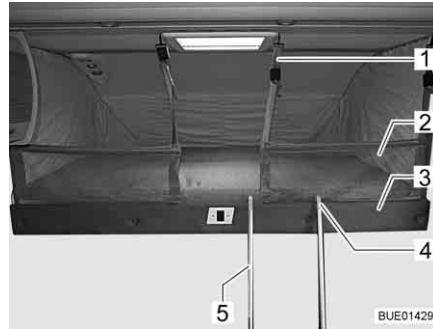

Fig. 136 Lit escamotable avec filet de sécurité tendu
Quand il y a un filet de sécurité (Fig. 136,2), ce dernier se trouve sous le matelas du lit escamotable avec les sangles de sécurité. Ne tendre le filet de sécurité qu'une fois que les personnes se trouvent dans le lit escamotable.
- Suspending les sangles de sécurité (Fig. 136,1) aux crochets situés au plafond.
- Accrocher l'échelle à marches (Fig. 136,5) à la barre-pognée (Fig. 136,3) du lit escamotable à l'aide des deux étriers (Fig. 136,4).